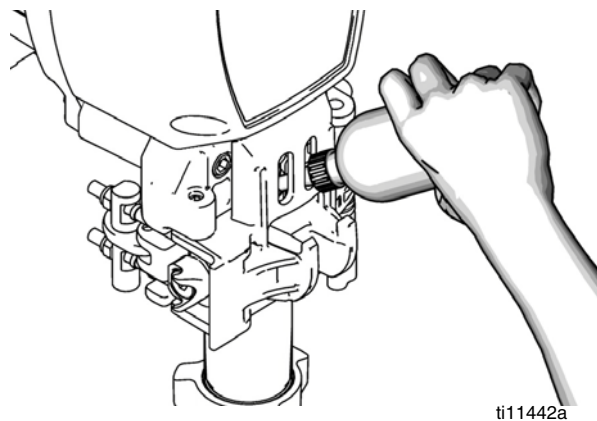

FIG. 25
8. FIG. 25. Llène la bomba con líquido TSL de Graco, hasta que el líquido rebose por la parte superior de la junta.